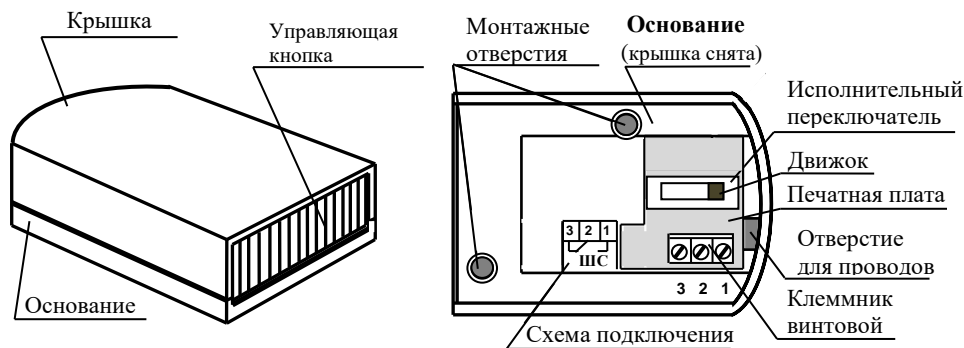
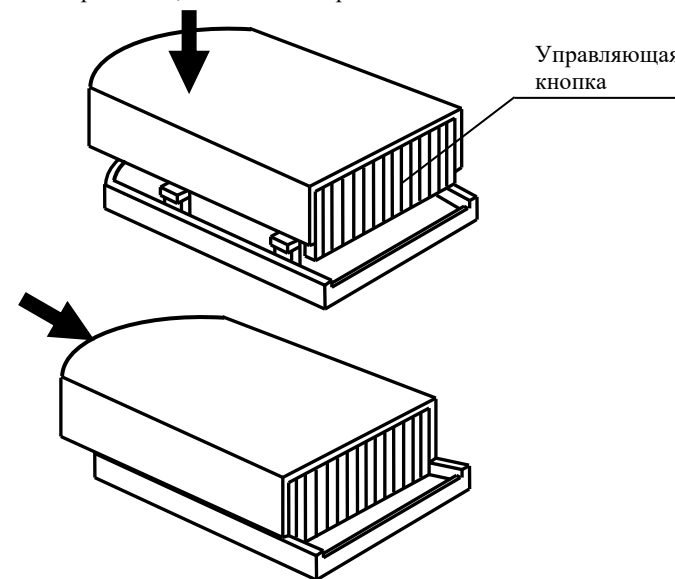

Рисунок 1
Рисунок 3
6.2.3 Пропустить провода через отверстия в основании извещателя (Рис.1,2) и подключить их к контактам клеммника винтового в соответствии со схемой подключения (Рис.1).
6.2.4 Закрепить основание на выбранном месте с помощью 2-х винтов (саморезов) через монтажные отверстия (Рис.1).
6.2.5 Установить крышку с управляющей кнопкой на основание в соответствии с Рис.3. При этом управляющая кнопка должна находиться в положении, показанном на Рис.3, а движок исполнительного переключателя – в положении, показанном на Рис.1. Далее нажать на крышку до щелчка в направлении, показанном стрелкой.